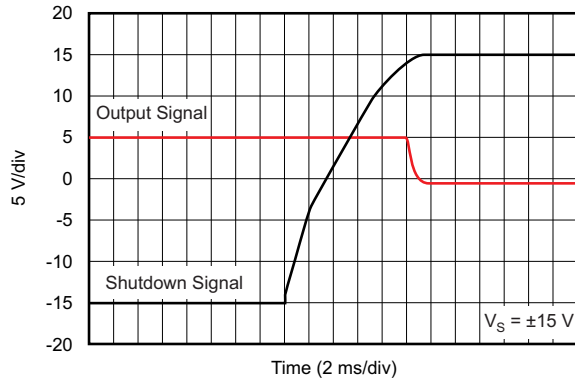

图 39. 关闭瞬态
(1) 禁用时, 输出呈现高阻抗状态。
(2) 请参阅 典型特性 曲线 (图 39 至图 41)。
OPA211 的关断 (使能) 功能以运算放大器的正电源电压为基准。有效高电平会禁用运算放大器。有效高电平是指施加到关断引脚的正电源电压 ($V+$) - 0.35V。有效低电平是指正电源引脚下方 ($V+$) - 3V。例如, V_{CC} 为 $\pm 15V$ 时, 该器件在 12V 或低于 12V 时启用, 而在 14.65V 或以上时禁用。如果使用双电源或分离式电源, 应注意确保有效高电平或有效低电平输入信号以正电源电压为适当基准。该引脚必须连接到有效的高电压或低电压或者被驱动, 而不是保留开路。典型特性 部分提供了启用和禁用时间 (请参阅图 39 至图 41)。禁用时, 输出呈现高阻抗状态。